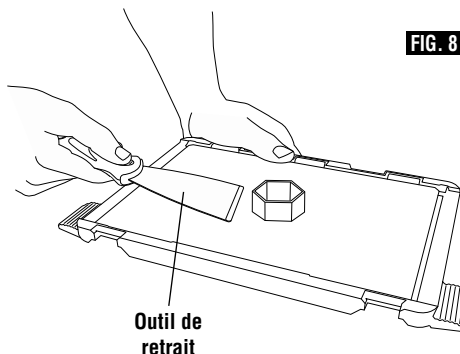

FIG. 8
3. Pelez votre objet de la plateforme de construction. Si nécessaire, utilisez avec précaution l'outil de retrait d'objets pour retirer l'objet de la plateforme de construction, fig 8.